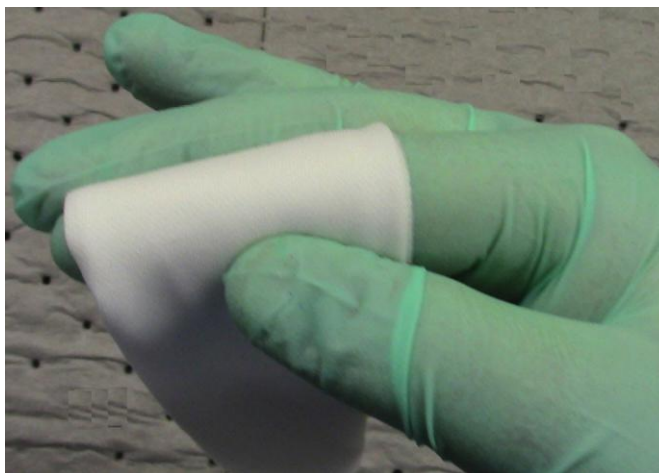

Figure 2-7: Зажмите салфетку между пальцами
- В. Разместите салфетку между пальцами, Рисунок 2-7;, и поднесите к задней части печатной головы.